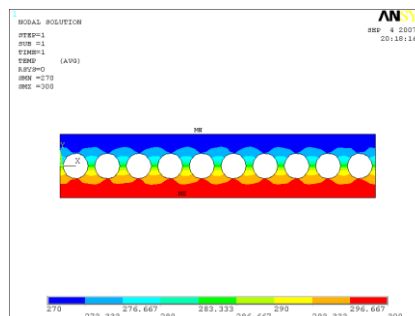

Рисунок 69. Результаты визуализации распределения температур
- Нажать кнопку **ОК** (Рисунок 69).